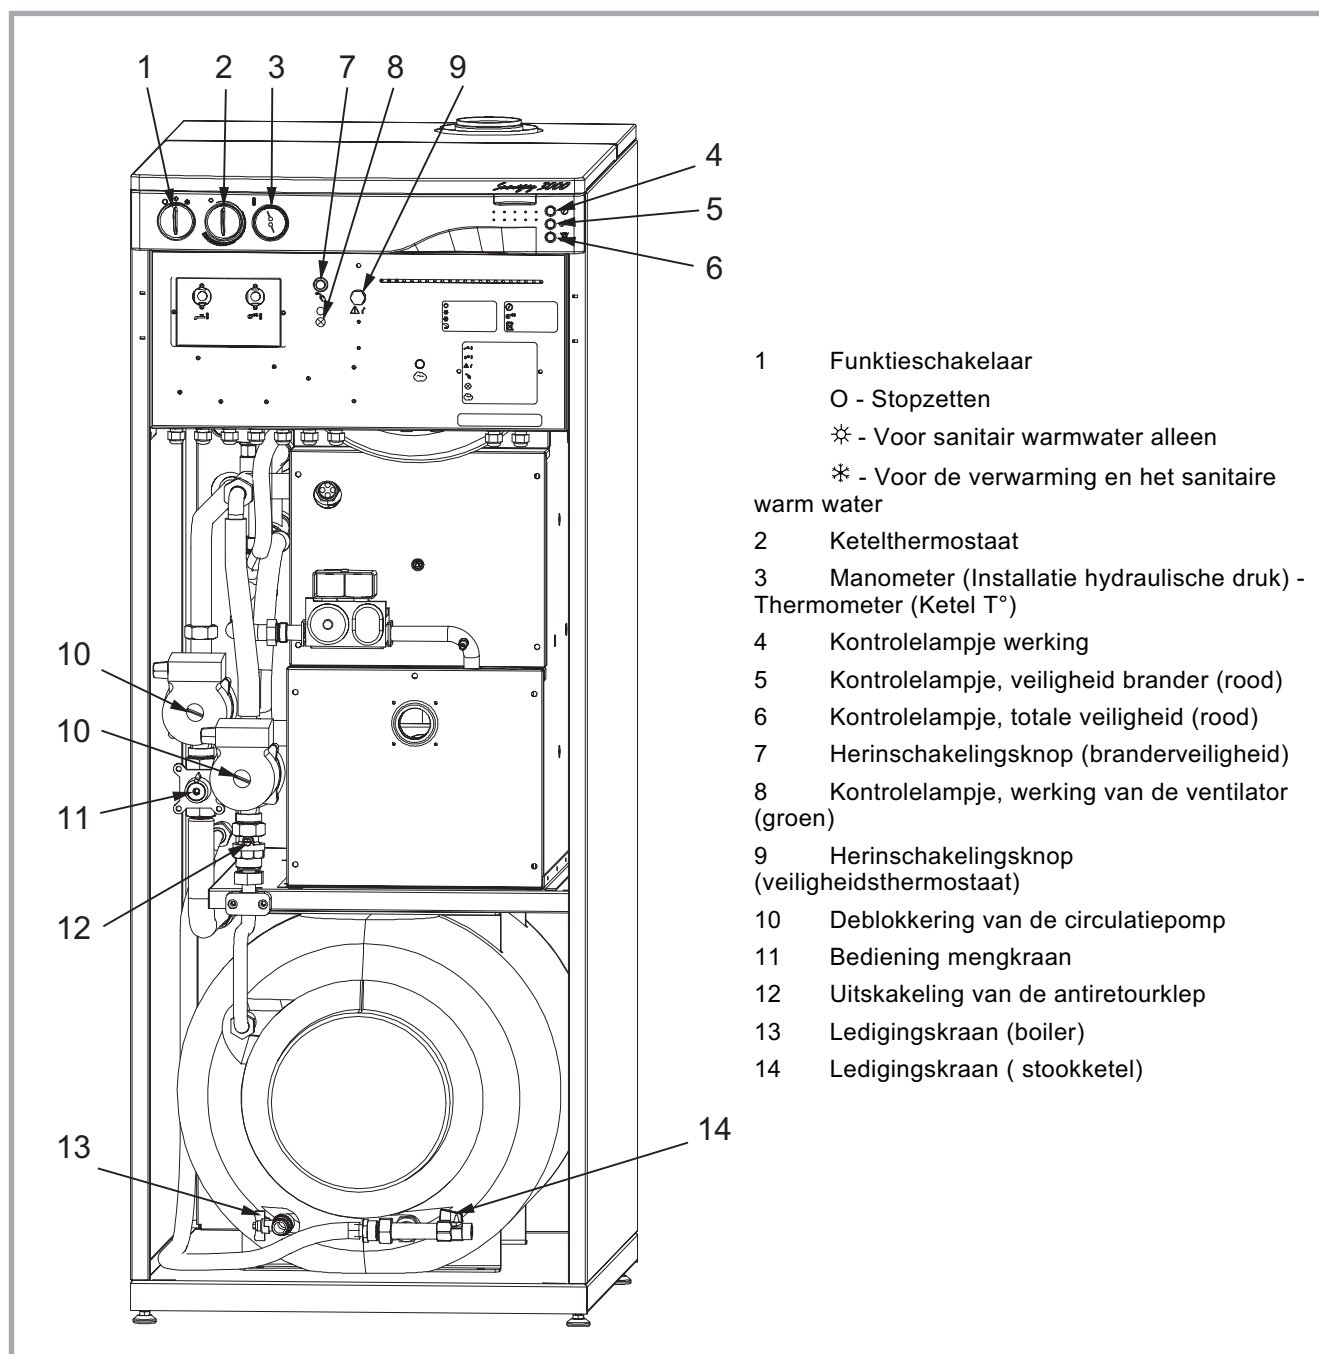

Figure 19 - Bedienings-en controle onderdelen
De ontluchters openen die op het hoogste punt van de installatie geplaatst zijn, de antiretourklep uitschakelen (fig. 21) en de ledigingskraan van de ketel openen (kent. 14, fig. 19).
De ledigingskraan van de boiler openen (kent. 13, fig. 19).
De controlelampje "oververhittingsveiligheid" is aan (kent. 6, fig. 19).
De verlichte "veiligheid brander" (kent. 5, fig. 19) is aan. De brander wordt geblokkeerd door zijn veiligheidssysteem.
- Op de lichtdruktoets (kent. 7, fig. 19) drukken om de brander opnieuw in te schakelen.